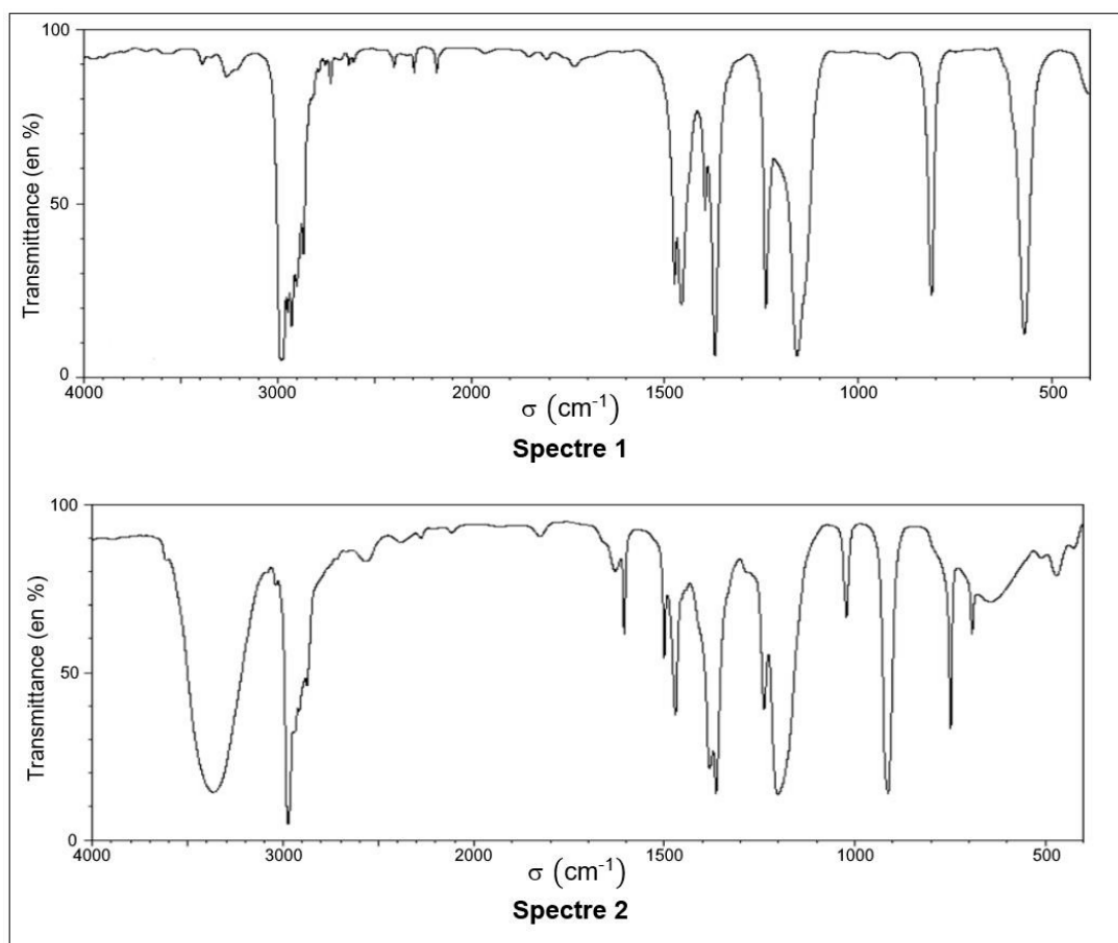

Figure 1. Les spectres IR
**Q.5.** La figure 1 fournit les spectres IR du tertio-butanol et du chlorure de tertio-butyle. Attribuer chaque spectre à une espèce chimique en explicitant le raisonnement.